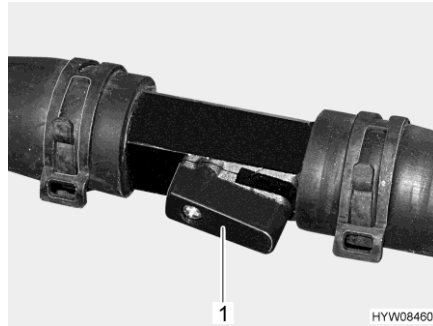

Fig. 174 Rubinetto di chiusura (aperto)
- Posizionare la leva (Fig. 174,1) parallelamente alla tubazione (Fig. 174). Più il rubinetto viene aperto, maggiore è la prestazione del riscaldamento.
- Posizionare la leva (Fig. 174,1) verticalmente rispetto alla tubazione. Il circuito di riscaldamento funziona mediante la tubatura di bypass.